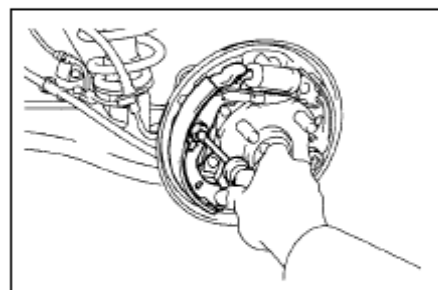

Рис. 309
- (2) Установите с помощью специального инструмента переднюю тормозную колодку, шпильку, установочную пружину и колпачок пружины(рис. 309)